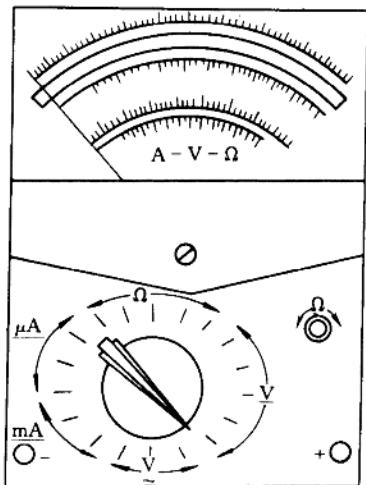
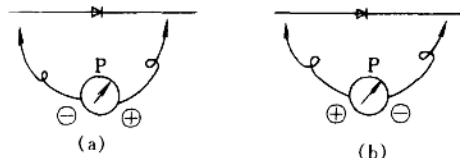

图 2-1 MF30 型万用表面板图
图 2-4 用万用表测晶体二极管极间电阻的正确接法
如图 2-1 所示为 MF30 型万用表面板图,现说明如下:
(1) 测量时应首先调零,即把两表笔相碰 $R_x=0$ 时(短路),调整表盘右下方的 Ω 调整器(如图 2-1 所示),使指针正确指在 0Ω 处。这是因为内接干电池随着使用时间加长,其提供的电源电压会下降,指针就有可能达不到满刻度,此时必须调整(Ω),使表头的分流电流降低,来达到满刻度电流 I_g 的要求。
(2) 为了提高测试的精度和保证被测对象的安全,必须正确选择合适的量程。一般测电阻时,要求指针在全刻度的 $20\%\sim 80\%$ 的范围内,这样测试精度才能满足要求。
(3) 由于作欧姆表使用时,内接干电池,对外电路而言,红表笔接于干电池的负极,黑表笔接于干电池的正极。在测晶体二极管极间电阻时应按图 2-4 所示进行。